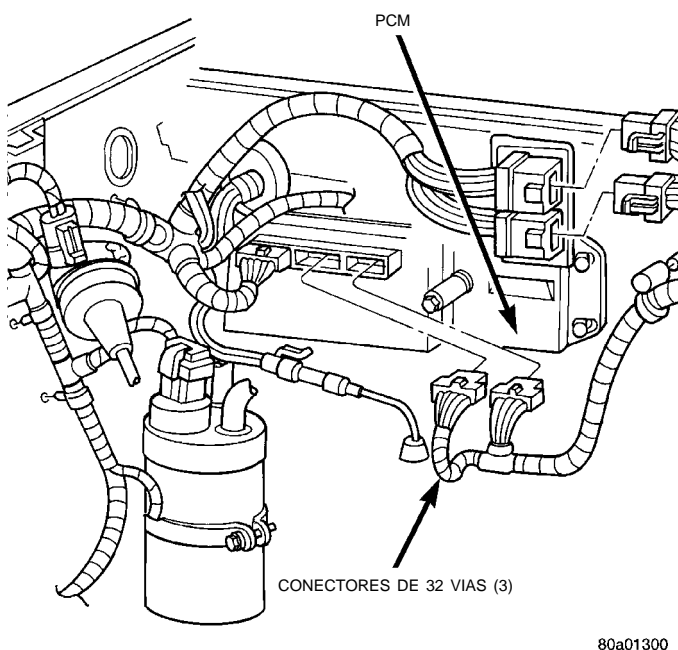

Fig. 8 PCM y tres conectores de 32 vías
(1) En la bobina, desenchufe el conector del mazo de la bobina de encendido.
(2) Conecte un grupo de pequeños cables de puente (calibre 18 o menor) entre los terminales desconectados del mazo y los terminales de la bobina de encendido. Para determinar la polaridad en el conector y en la bobina, consulte la sección Diagramas de cableado.
(3) Conecte un cable del voltímetro con el cable de puente positivo (12 voltios). Conecte el lado negativo del voltímetro a una buena masa.
(4) Determine si hay suficiente voltaje de batería (12,4 voltios) para los sistemas de arranque y de encendido.
(5) Dé arranque al motor durante 5 segundos mientras controla el voltaje en el terminal positivo de la bobina:
- Si el voltaje es el de batería o cercano a éste durante los 5 segundos completos, coloque la llave de encendido en la posición OFF (apagado). Retire del PCM los tres conectores de 32 vías (Fig. 8). Verifique